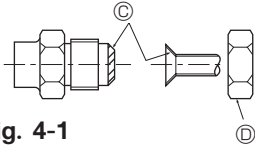

Fig. 4-1
Ⓐ (Fig. 4-1)
Ⓑ (Fig. 4-1)
4.2. การต่อท่อ (Fig. 4-1)